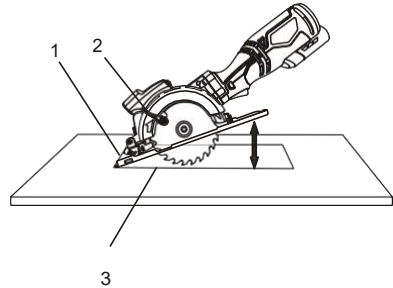

Fig. 10
3. Coloque la sierra en la pieza de trabajo de modo que el borde delantero de la placa de suela (1) quede plano sobre la pieza de trabajo (Fig. 10).
4. Abra la protección de la cuchilla girando la palanca de protección de la cuchilla (2) hacia adelante.
5. Alinee la hoja de la sierra con la línea de corte (3) utilizando la marca de corte de 0° en la placa de suela y la línea del láser.